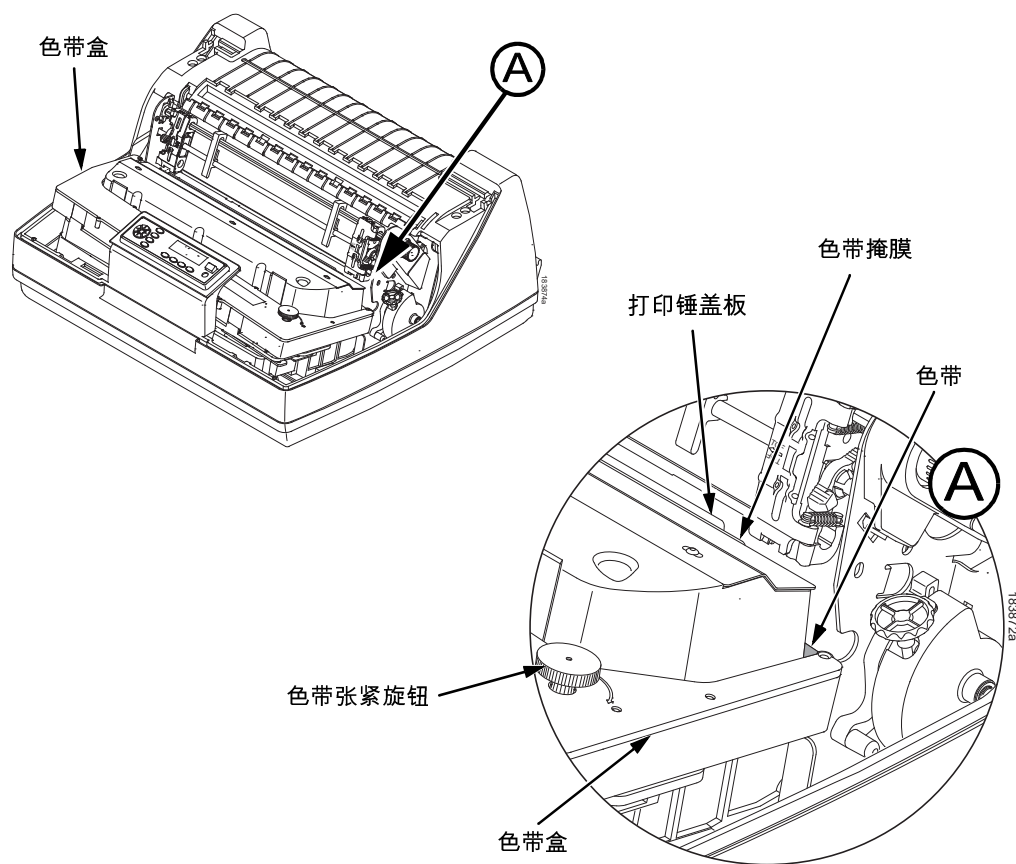

图 3. 色带盒啪一声卡好
6. 将色带盒向下摇，确保色带进入打印锤盖板和色带掩膜之间（见图 3）。您将听到啪一声卡好。